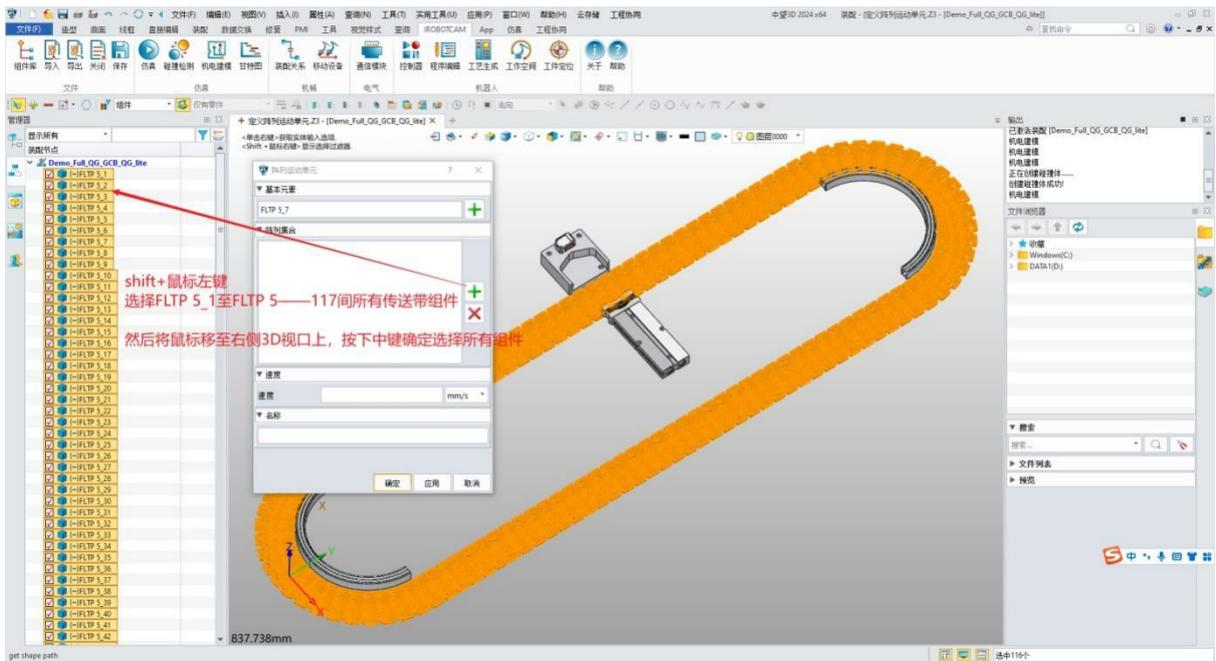

图 7-11: 阵列元素
- 通过按鼠标中键在 3D 视口中仔细突出显示并选择每个元素。（图 7-11）